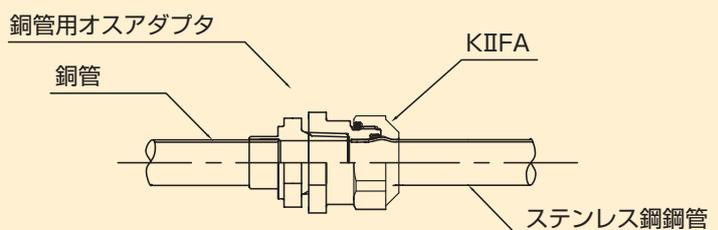
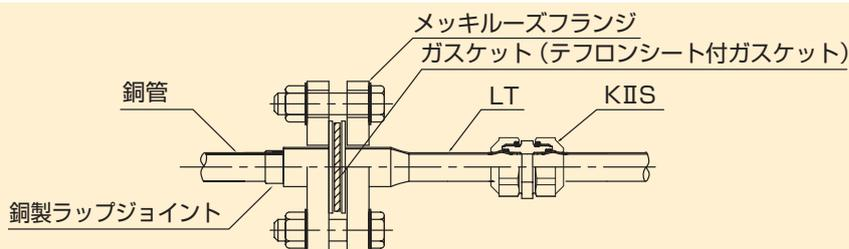

図2-10-3 銅管とのねじ接合
図2-10-4 銅管とのフランジ接合
(2) 銅管との接合方法
- ねじで直接接合するか、フランジで接合します (図2-10-3、図2-10-4)。